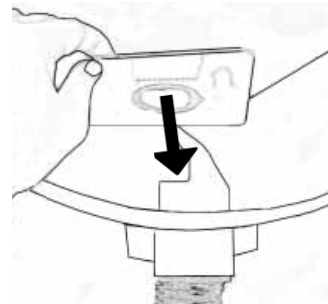

Abb. 25
1. Passen Sie die Karte des Staubbeutels mit dem Loch in die Beutelhalterung ein, Abb. 25.